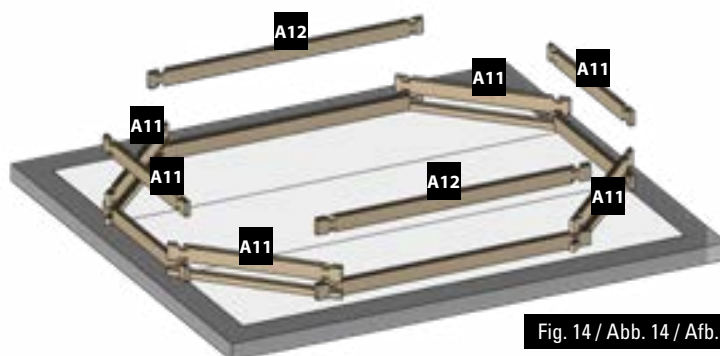

Fig. 14 / Abb. 14 / Afb. 14
**EN 2nd LAYER OF BOARDS:** • Install the second layer of boards as shown in figure 14. • There is a wooden wedge in the structure packet to correctly assemble the boards. • Never directly hit against the boards. You would damage the pegs and would weaken the structure. Do not hit them with anything metallic. This would inevitably damage the wood. • Try to correctly assemble the boards right from the start. There should not be any space between each layer of boards to avoid maladjustment of the higher boards.
**FR 2ÈME RANGÉE DE MADRIERS :** • Positionnez les madriers de la deuxième rangée conformément à la figure 14. • De manière à emboîter correctement les madriers, une cale en bois est à votre disposition dans le colis de structure. • Ne pas taper directement sur les madriers. Cela abîmerait les languettes et nuirait à la solidité de la structure. • Ne pas frapper avec une pièce métallique. Cela détériorerait le madrier irrémédiablement. • Veillez à emboîter bien à fond les madriers dès le départ. Il ne doit pas y avoir d'espace entre chaque rangée pour éviter un décalage au niveau des madriers supérieurs.
**DE 2. BRETTERRIHE:** • Platzieren Sie die Bretter der zweiten Reihe laut Abb. 14. • Um die Bretter richtig anbringen zu können, finden Sie einen Holzkeil im Paket des Tragwerks. • Nicht direkt auf die Bretter klopfen. Das würde die Zapfen und die Festigkeit des Tragwerks beschädigen. • Nicht mit einem Metallteil darauf klopfen. Es würde das Holz unabänderlich beschädigen. • Versuchen Sie, die Bretter von Anfang an tiefgehend ineinander zu fügen. Zwischen den Reihen darf kein Platz sein, um eine Fehlanpassung der oberen Bretter zu vermeiden.
**NL 2ª RIJ PLANKEN:** • Plaats de planken van de tweede rij zoals aangegeven op afbeelding 14. • Om de planken correct te assembleren, zit er een houten wig in het pakket van het frame. • Sla niet direct op de planken. Daardoor gaan het profiel kapot en wordt de stevigheid van het frame ondermijnd. • Sla er niet direct op met metaal. Hierdoor raakt het hout onherstelbaar beschadigd. • Zorg ervoor dat de planken vanaf het begin stevig op elkaar aansluiten. Er mag geen ruimte tussen de rijen overblijven, om te voorkomen dat de bovenste houtdelen onregelmatig uitkomen.